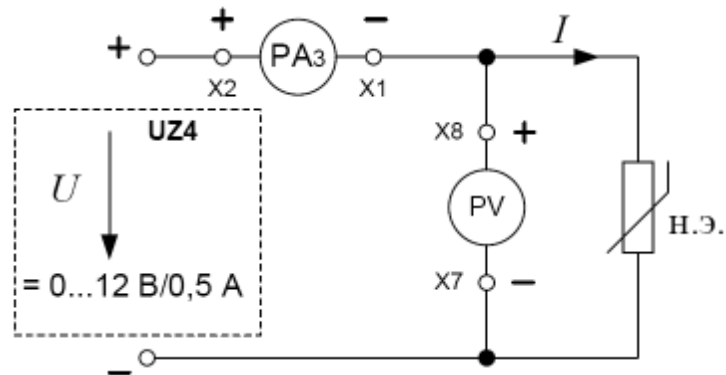

Рисунок 1П – Принципиальная схема цепи для снятия ВАХ.
- Собрать цепь для исследования ВАХ по схеме рис. 1П. При сборке цепи необходимо обратить внимание, что у всех измерительных приборов правый зажим положительный (+).